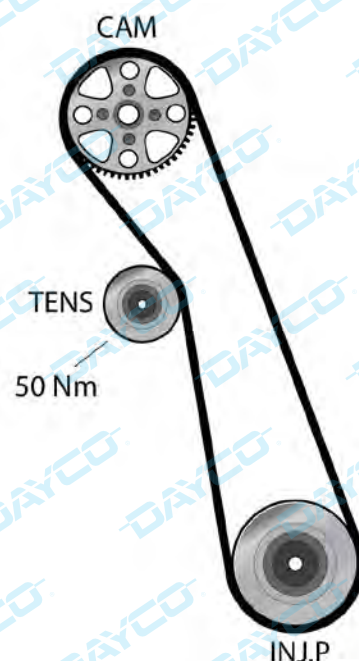

Fig. 1
- Monte el nuevo tensor, colocado como se indica en la Fig. 1.